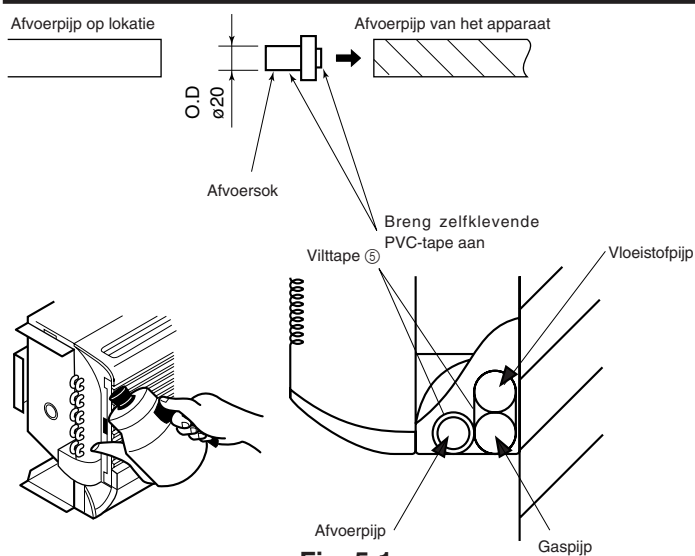

Fig. 5-1
5. Installatie van Draineerbuizen (Fig. 5-1)